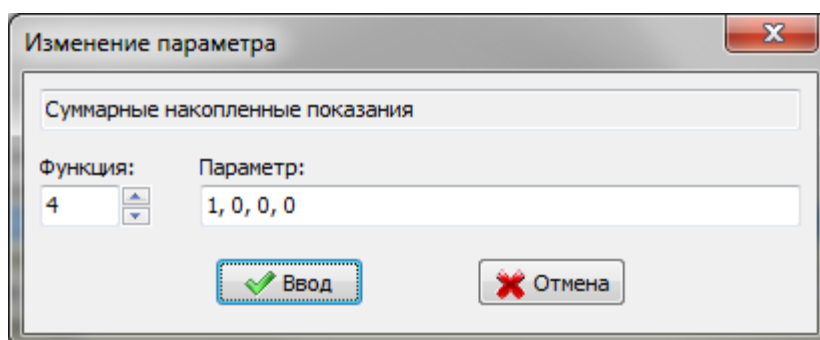

Рисунок 16 – Порядок изменений настроек
3.2.10.5 Изменять настройки параметра (рисунок 16) нужно в соответствии с документом «Модуль SML-N2». Протокол обмена СИФП 138.11.000 И1.